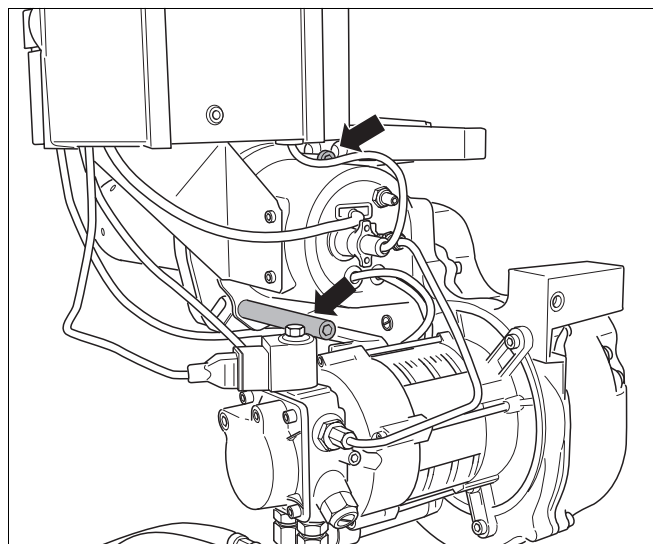

Рис. 32 Ослабить болты штыкового крепления
- Ослабить оба винта штыкового крепления (рис. 32, показаны **стрелкой**).